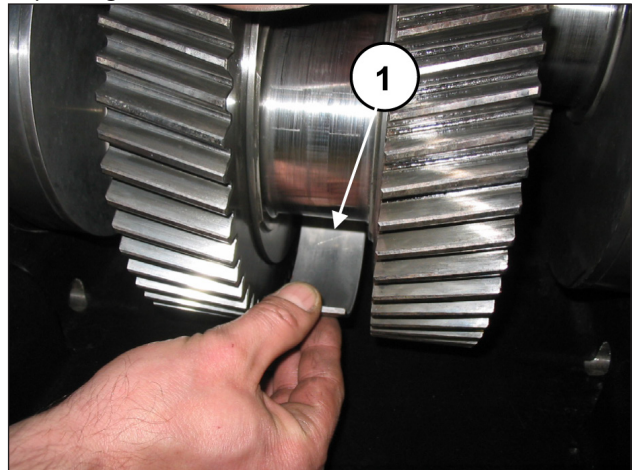

Fig. 19
Dégager les trois demi-coussinets supérieurs des demi-bielles (rep. ①, Fig. 19).